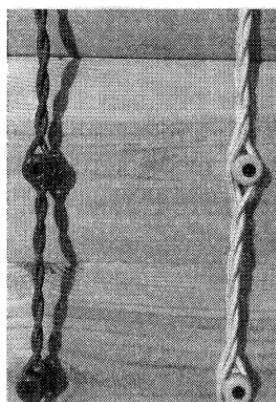

Рис. 4.16. Проводка
- ◆ или обеспечить соблюдение воздушного зазора не менее 10 мм от горючего основания (рис. 4.16).